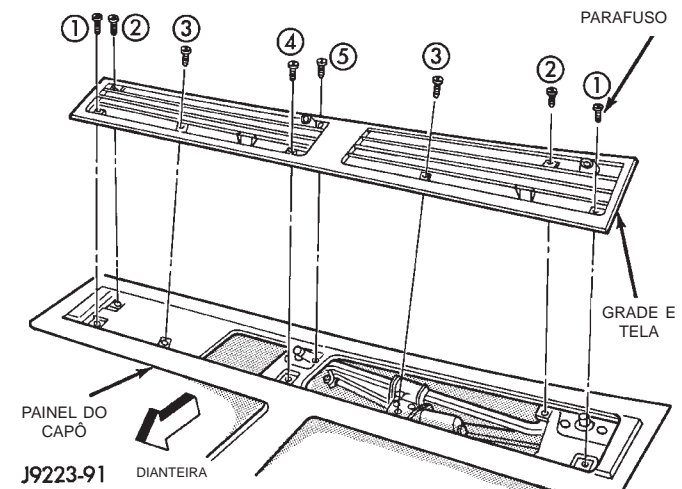

Fig. 12 Aperto dos Parafusos da Grade do Capô de Acordo com a Seqüência
- (1) Posicione a grade e a tela sobre o capô.
- (2) Instale os tubos do lavador do pára-brisa nos bicos.
- (3) Instale os parafusos da tela do capô e da grade. Aperte obedecendo a seqüência (Fig. 12).